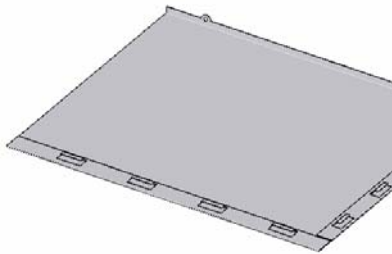

图 10-42 生成其他转折特征
⑲ 生成其他“转折”特征。重复步骤⑱的操作，生成其他 3 个转折特征，如图 10-42 所示。